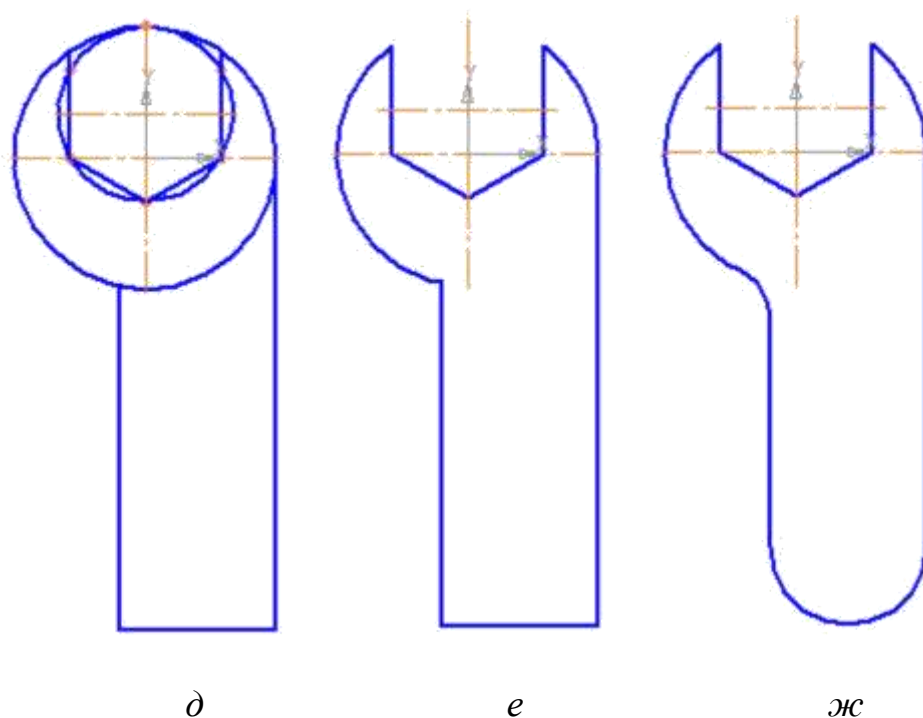

Рис. 6.13. Построение чертежа плоской детали с элементами сопряжения
- Выполните сопряжение прямых углов радиусом 18 мм (рис. 6.13, ж).